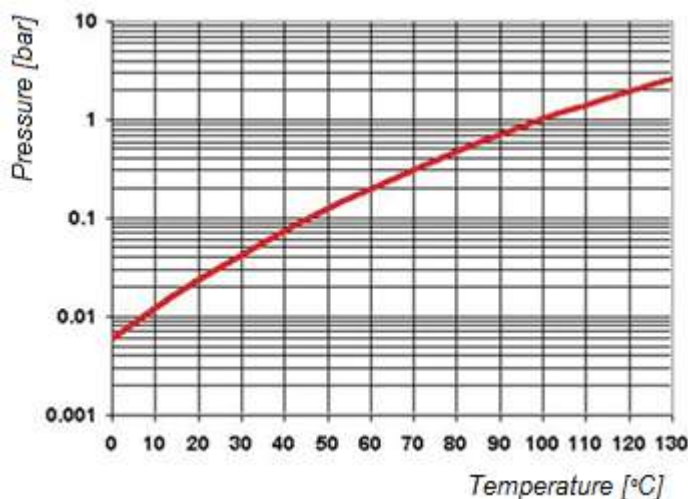

Figure 15: Ligne d'évaporation d'eau
- Lorsque la pression diminue, le point d'ébullition de l'eau se réduit (voir Figure 15). Cette loi physique entraîne un produit à l'ébullition. En plus de la pollution de la machine, cela peut provoquer la perte de poids et de qualité du produit à emballer.